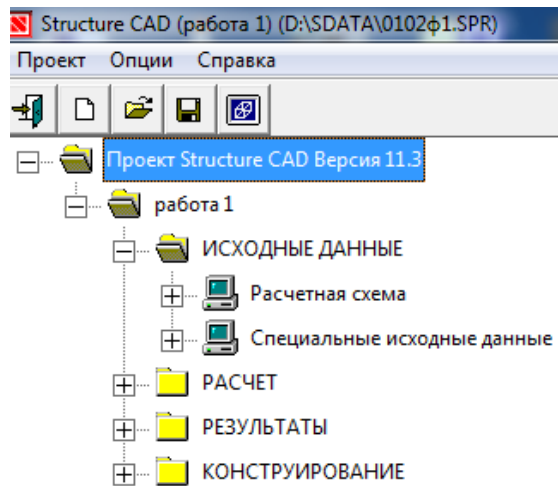
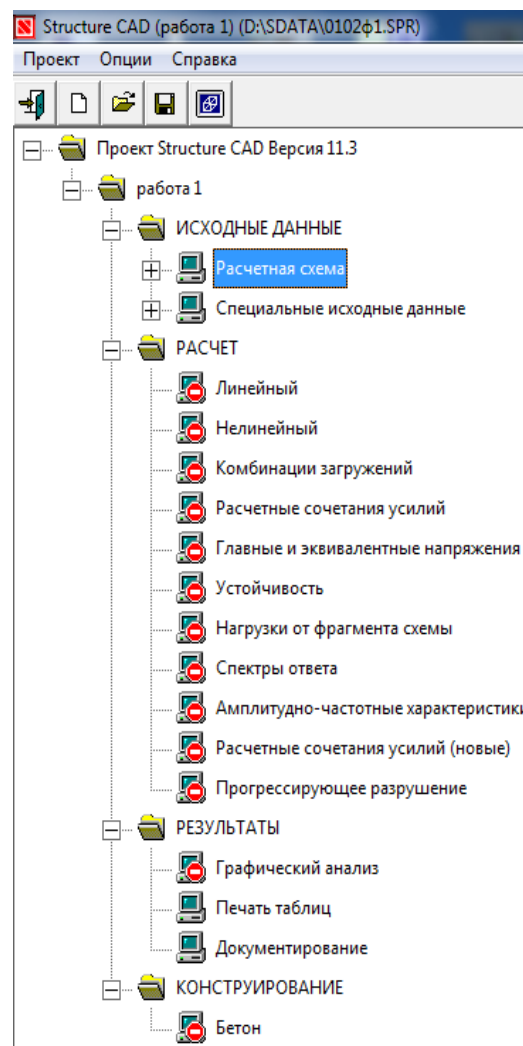

Рисунок 1.5- Дерево проекта
Рисунок 1.6 - Дерево проекта SCAD в развернутом виде
Команда «Сохранить» сохраняет новый проект и открывает окно со схемой Дерево проекта (рис. 1.5, рис. 1.6).
12. Чтобы произвести расчет построенной расчетной схемы, необходимо активизировать вкладку **Управление** и выйти в **Дерево проекта** нажатием кнопки  на инструментальной панели. В группе функций раздела **Расчет** следует подвести курсор к позиции **Линейный** и дважды нажать левую кнопку мыши (позиция доступна, если имеет пиктограмму  доступен). В появившемся диалоговом окне **Параметры расчета** можно выбрать характеристики будущего расчета и нажать кнопку ОК. Если позиция **Линейным** имеет вид  (недоступен) (рис.1.6.), это значит, что SCAD выполнить расчет не может, чаще всего из-за полного или частичного отсутствия начальных данных, вводимых в разделе **Расчетная схема**, (один из раздела второго уровня будет иметь пиктограмму  (рис. 1.6.).